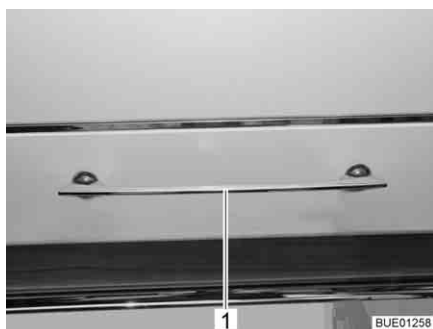
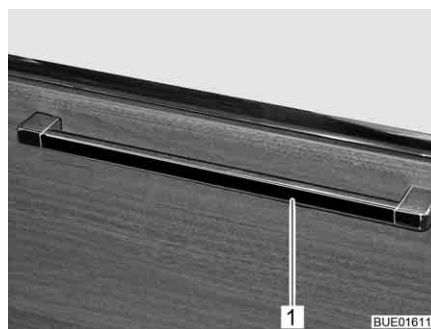

Fig. 77 Trampilla de mueble con tirador de desbloqueo
Fig. 78 Trampilla de mueble con tirador de desbloqueo (alternativa)
- Según la posición de instalación, presionar el tirador de desbloqueo (Fig. 77,1 ó bien Fig. 78,1) hacia arriba, hacia el lado o hacia abajo y mantenerlo presionado.